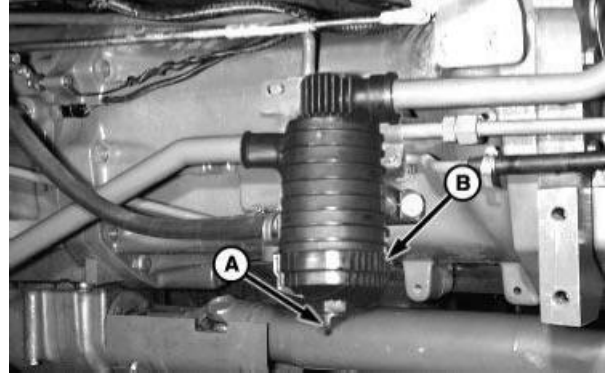

图1
1. 当装用图1所示滤油器时，拆下放油塞（A）与滤油器盖（B），更换滤芯总成后，装回放油塞与滤油器盖。